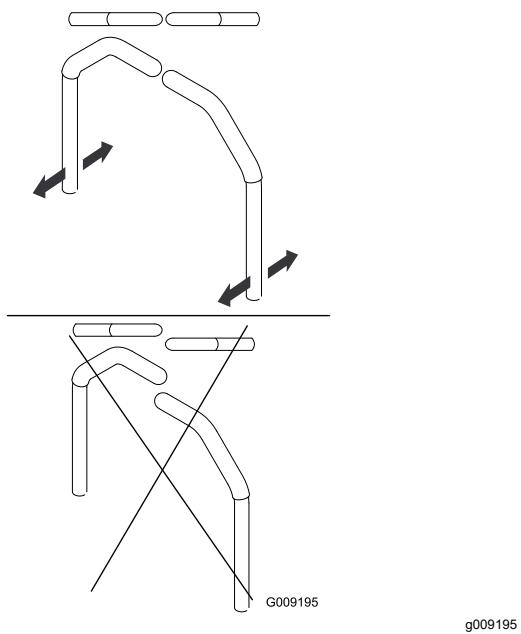

Figura 63
- Alinee las palancas en el sentido adelante/atrás acercándolas a la posición de PUNTO MUERTO, y moviéndolas hasta que estén alineadas; luego apriete los pernos (Figura 63).